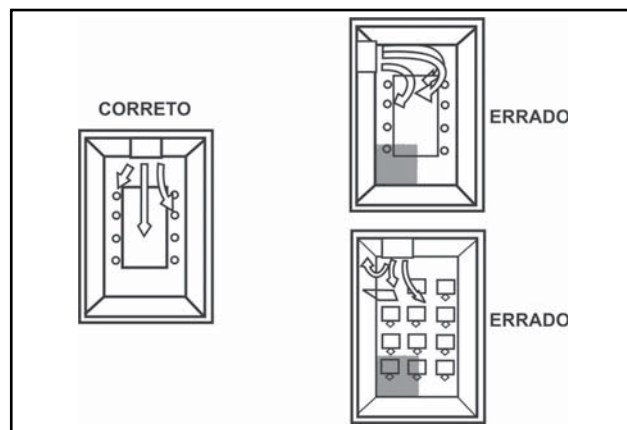

FIGURA 13 - POSIÇÃO DA UNIDADE EVAPORADORA NO AMBIENTE
- * Instalar a evaporadora onde ela fique livre de qualquer tipo de obstrução da circulação de ar tanto na descarga como no retorno de ar. A posição da evaporadora deve ser tal que permita a circulação uniforme do ar em todo o ambiente, veja exemplo na figura 13.